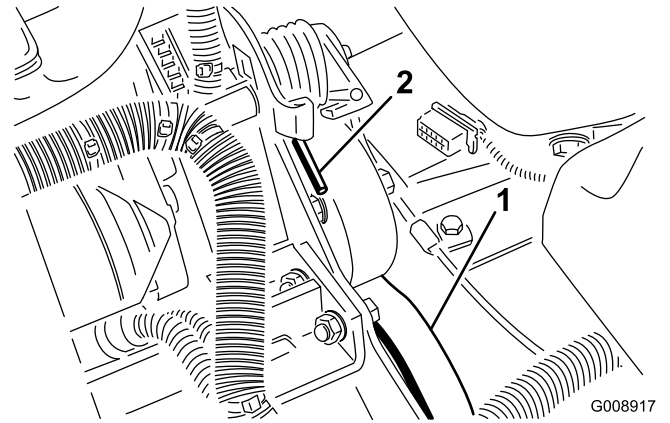

图73
2. 上下按动弹簧的端部（图73），将其从支架上解开，释放弹簧上的张力。